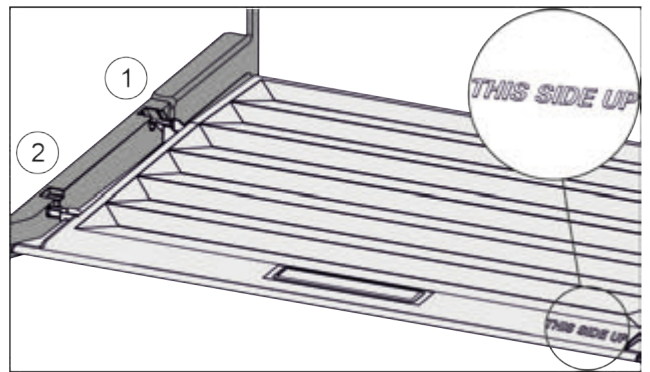

Fig. 68
- ▶ Вставити поперечні ребра через отвір заднього тримача Fig. 68 (1) і зафіксувати спереду у тримачі Fig. 68 (2).